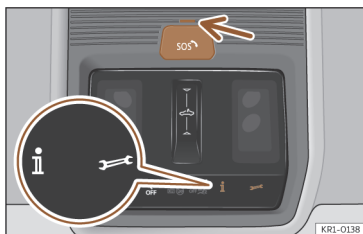

Fig. 47 Na consola do teto: comando para os serviços de voz.
>>> **Fig. 47**, podem executar-se os seguintes serviços de voz:
>>> **Fig. 47** (seta). Indica os seguintes estados:
1. Pressione brevemente a tampa do botão  e abra a tampa >>> **Fig. 47.**
Dependendo do equipamento e do país, o veículo pode estar equipado com um sistema de chamada de emergência. Em alguns países, o sistema de chamada de emergência gratuito público está ativo por defeito. O elemento de controlo encontra-se na consola do tejadilho >>> Fig. 47.
1. Pressione brevemente a tampa do botão  e abra a tampa >>> Fig. 47.